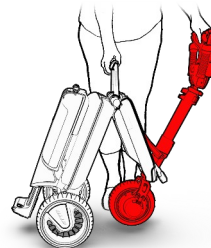

Figura 8
- Incline su ATTO hacia la varilla hasta que la rueda delantera toque el suelo (vea la Figura 8).